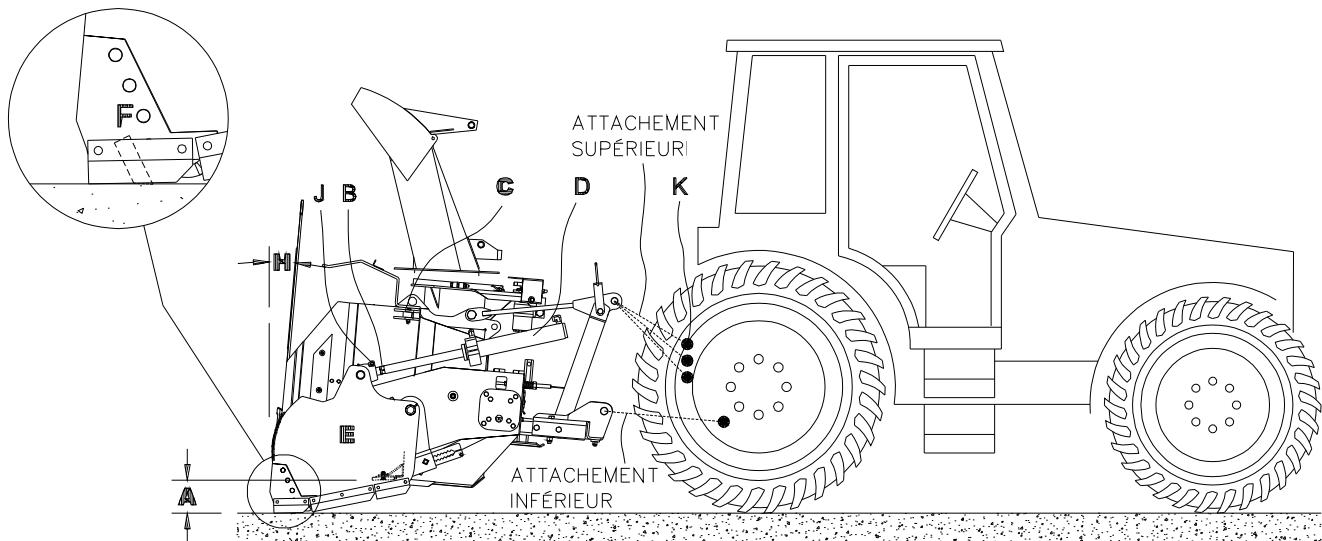

Fig. 37
- 1) Placer le tracteur et la souffleuse sur une surface nivélée. Si l'attachement supérieur du 3 points (Fig. 37-K) de votre tracteur a plusieurs trous d'attache, choisir le trou qui produira un mouvement similaire à ce qui est montré à la figure 34. **Lorsqu'il y a une pente sur le terrain, les patins de la souffleuses doivent demeurer parallèles au sol lorsqu'elle est plus haute ou plus basse que le niveau du tracteur.** Ceci procurera une efficacité de grattage plus grande dans les changements de dénivellation et évitera des talonnements de la souffleuse sur les surfaces. Vous obtiendrez un mouvement en travail tel que montré à la figure 35.
- 1) Abaisser la lame X-PRO en étirant complètement les cylindres de la lame (Fig. 37-D). Abaisser la souffleuse jusqu'à ce que la lame X-PRO soit à quelques pouces du sol. S'assurer que la lame X-PRO est parallèle au sol. Corriger s'il y a lieu à l'aide des ajustements des cylindres (Fig. 37-B)
- 2) Abaisser la souffleuse jusqu'à ce que la lame touche par terre. Ajuster les cylindres (Fig. 37-D)
pour obtenir une hauteur (Fig. 37-A) approximative de 6" pour les modèles PXPL-86 et PXPL-86-92 et de 8" pour les modèles PXPL-92 et PXPL-92-98. Débuter l'ajustement en déserrant le boulon sur la main des cylindres (Fig. 37-J). Prendre ensuite une clé 7/8" et faire le nombre de tours nécessaires (Fig 37-B) pour obtenir les dimensions requises (Fig. 37-A).
Vérifier que le patin court du TIVAR ou le patin en acier pour les autres modèles est parallèle au sol ou légèrement relevé du côté du tracteur (Fig. 37-F).
- 3) Relever la souffleuse et pivoter la lame X-PRO le plus haut possible. Les côtés (Fig. 37-E) doivent être bien appuyés sur les butées (Fig. 37-C). Une valve de relâchement a été prévue pour protéger le mécanisme lorsque la lame appuie sur les butées. Pour un ajustement optimal, serrer la vis d'ajustement de la valve au maximum et ensuite dévisser d'un demi-tour.